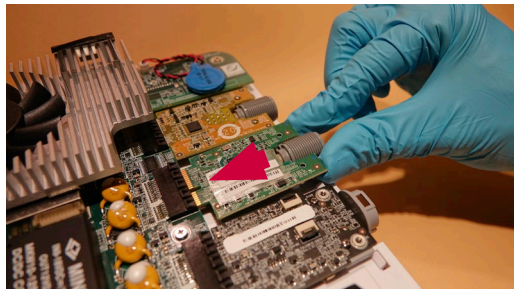

Figure 23 - Insertion d'une nouvelle carte VDI
- d) Insérer la nouvelle carte VDI dans le connecteur de la carte mère (Figure 23)